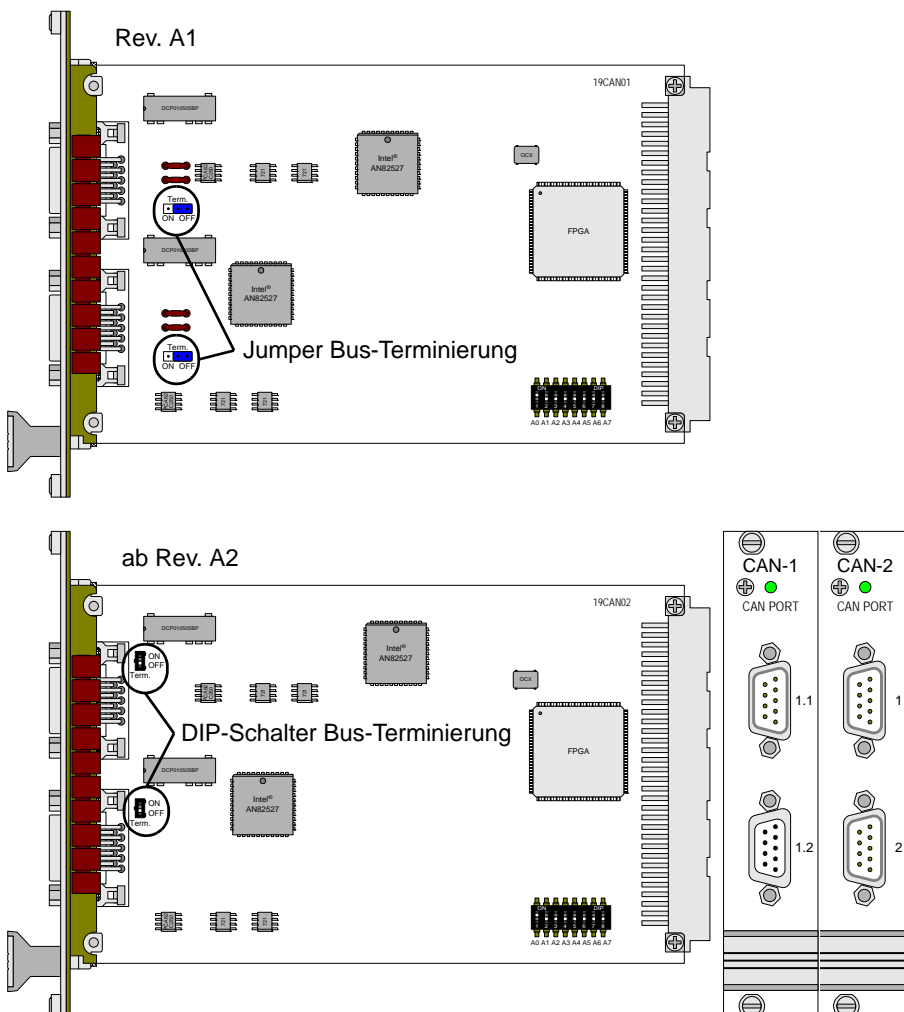

Abb. 271 – Pro-CAN-1/-2: Platine und Frontplatten
Wenn die Terminierung erforderlich ist, legen Sie den entsprechenden DIP-Schalter (Rev. A2, siehe Abb. 271) nach oben um; bei der Modulrevision A1 stecken Sie die Jumper auf die linke Position (ON).